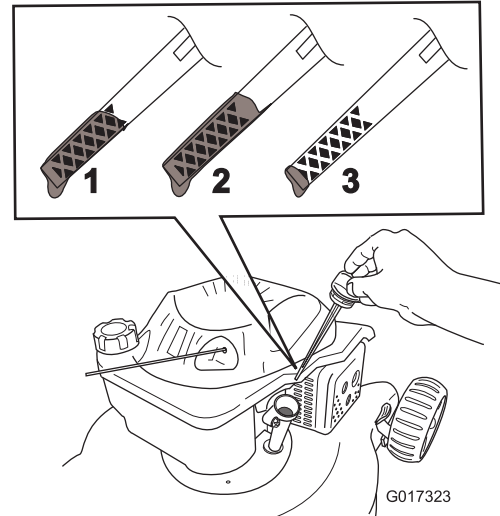

Figure 9
2. Retirez la jauge (Figure 9).
5. Sortez de nouveau la jauge et vérifiez le niveau d'huile; voir Figure 9.